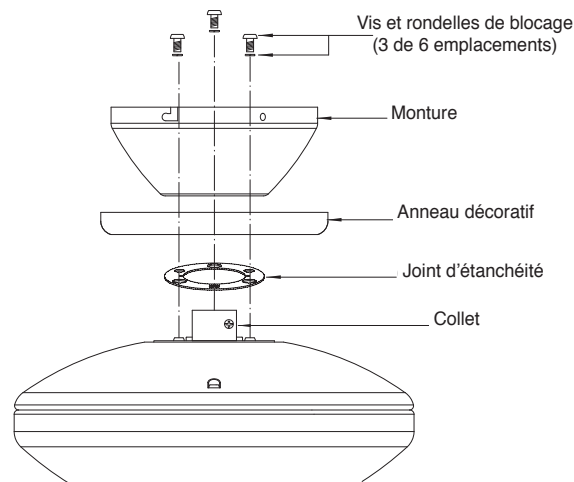

Fig. 8
**Étape 3.** Retirez trois des six vis et rondelles de blocage (en retirer une sur deux) du collet situé en haut du moteur (Fig. 8)
**Étape 4.** Placez la monture au plafond avec l'anneau décoratif et le joint d'étanchéité par-dessus le collet situé en haut du moteur. Alignez les trous de montage sur ceux du moteur et fixez au moyen des vis et rondelles de blocage fournies. (Fig. 8)